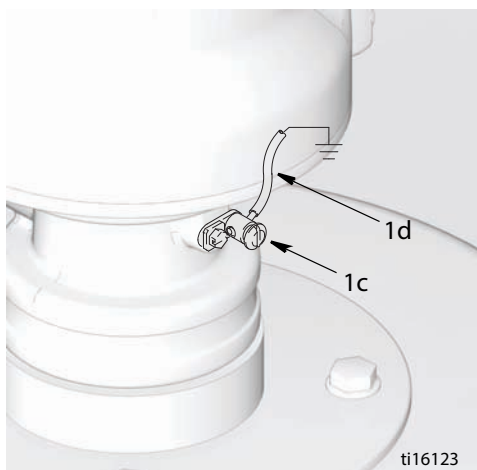

Рис. 1
- *Насос.* Используйте провод заземления и зажим, как показано на Рис. 1.